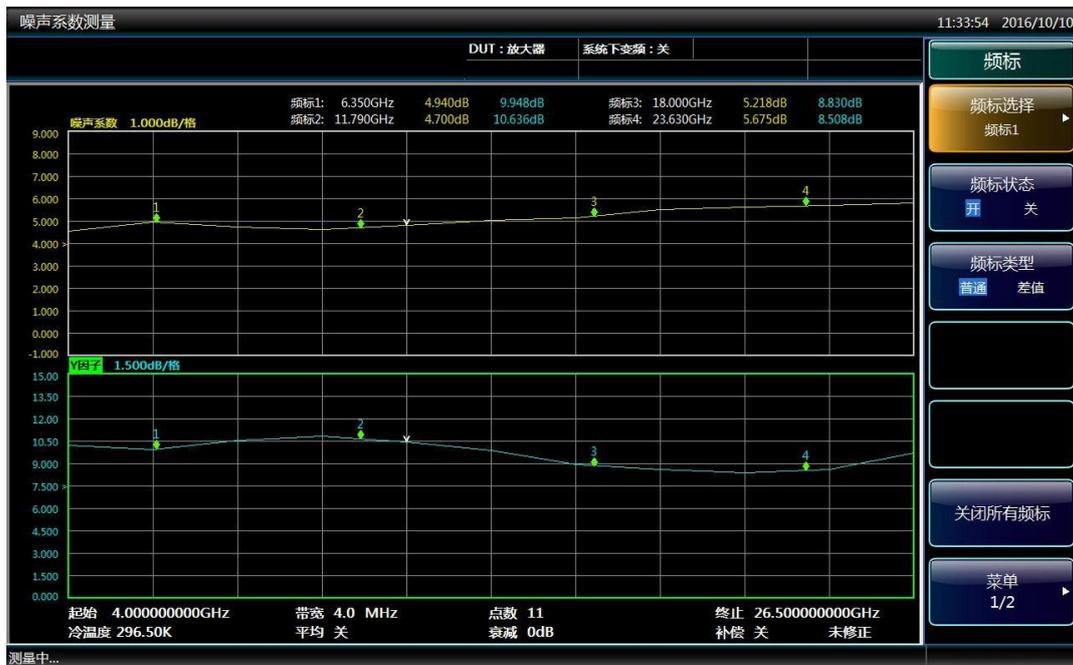

图 3.39 四个普通类型的频标显示
每个频标均可作为普通和差值两种类型的频标用，激活频标的频率在参数输入区中显示，所有启用频标的值显示在图3.39所示的屏幕上方的频标显示区中。
- 步骤5.** 按[频标类型]菜单键，启用普通类型频标，此为默认设置，如图3.39所示。频标激活时，旋转旋钮，或者用数字键和单位菜单键输入目标频率，将频标放置在测量轨迹需要显示测量结果的频点，频标频率和测量参数结果显示在图形上方的频标显示区中，当前激活频标对应的频率值在参数输入区中显示。